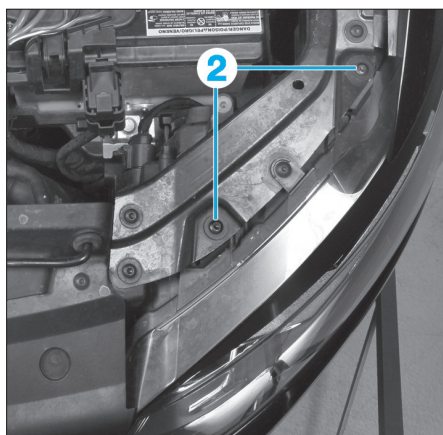

FIG. 71
- Déposer les vis (2) (Fig.71).